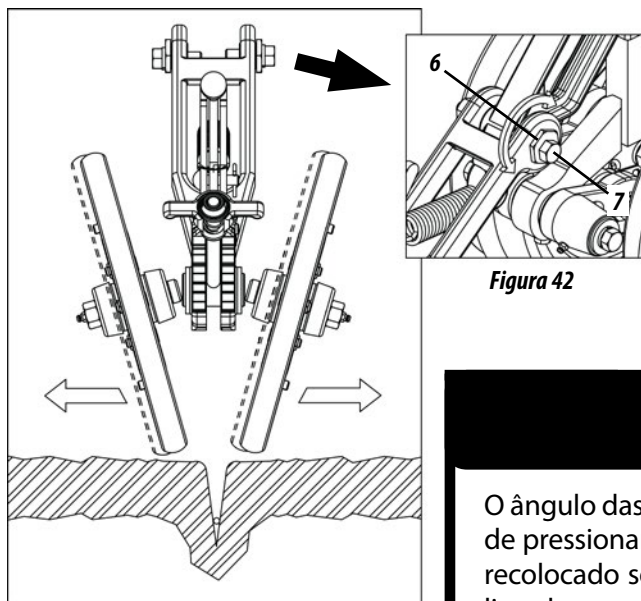

Figura 42
- 1- Solte os parafusos (7), gire as referidas buchas (6), com uma chave para atuação das rodas e alinhamento das mesmas com sulco posicionando maior ou menor quantidade de solo lateralmente a semente, **conforme mostra a figura 42.**